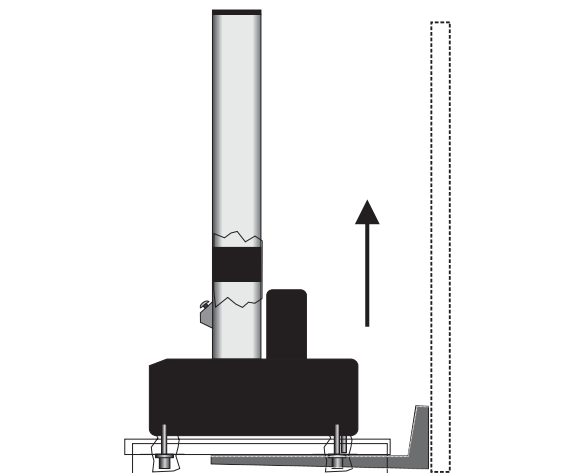

图 11. 使用装运垫板提起机架
2. 小心地在装运垫板下面插入铲叉，如第 52 页图 11 中所示。